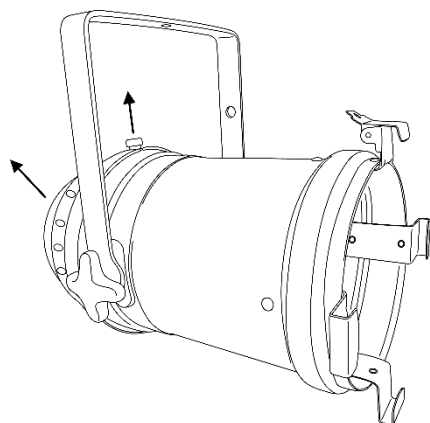

Fig. 03
- 02) Tirare le viti di fissaggio e togliere il coperchio posteriore (fig. 03).